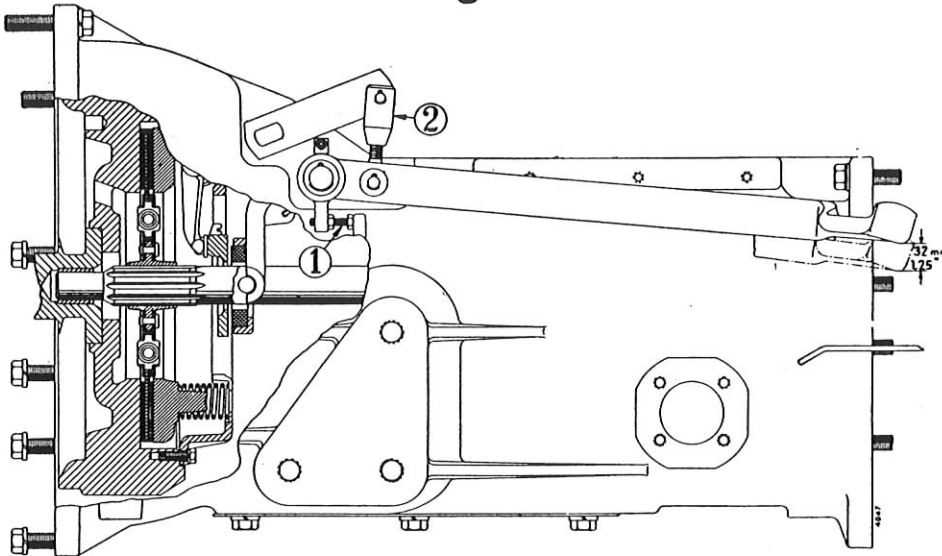

Bild 65
Splint mit Kopfstift aus dem Gabelstück (2), Bild 65, herausnehmen. Das Gabelstück um soviel vom Gewindebolzen abschrauben, wie erforderlich ist, um den Freigang am Kupplungspedal auf ca. 30 mm zu erhöhen.